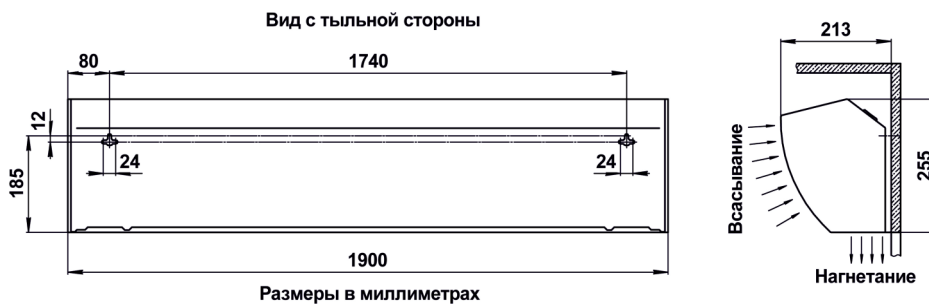

Рис. 2 Габаритные и установочные размеры
- установочные и габаритные размеры завес указаны на рис.2 Приложения.